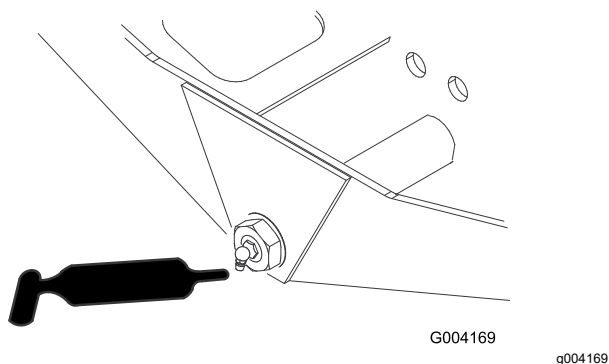

Figure 68
- Pivot de direction d'essieu (1) – Figure 68